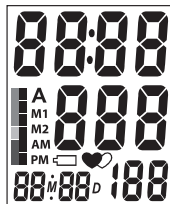

Рис. 2
3. На дисплеї короткочасно висвітяться всі символи (рис. 2) пролунають два короткі звукові сигнали і прилад почне автоматично нагнітати повітря в манжету.